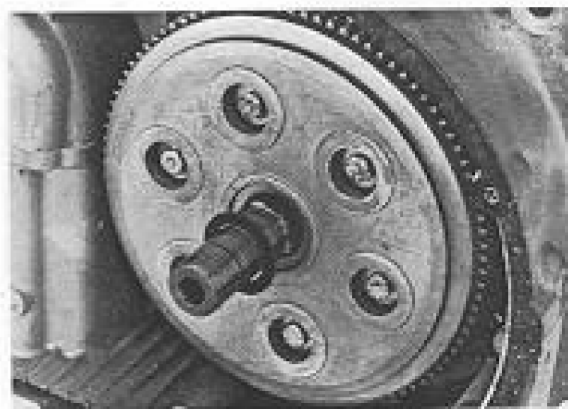

Fig. 80
- Sfilare la rondella dall'albero primario del cambio (Fig. 80).
- Withdraw the shim from the gearbox main shaft (Fig. 80).